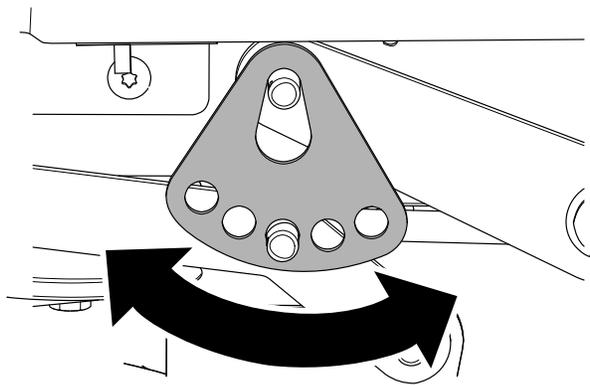

Figura 62
7. Gire la placa de ajuste de la altura de corte a otro orificio para que apoye el peso de la carcasa de corte después de instalar la placa (Figura 62).